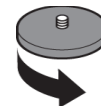

Abb. 43
- 2- Entfernen Sie manuell die seitlichen oder mittleren Filter, indem Sie die Klemmmutter, die sich oberhalb des Filters befindet, abschrauben. (Abb. 43)